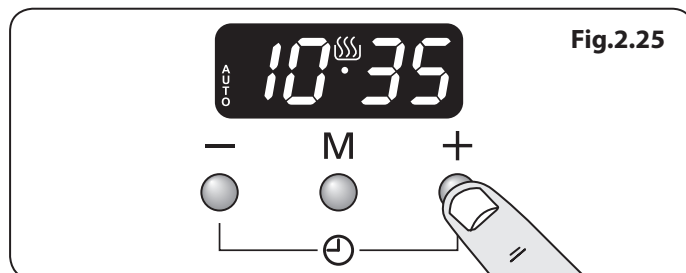

Fig.2.25
2. Sélectionner l'« heure d'arrêt » à l'aide des boutons [+] ou [-]. L'écran indiquera l'heure ainsi que les symboles AUTO et Cuisson (Fig.2.25).